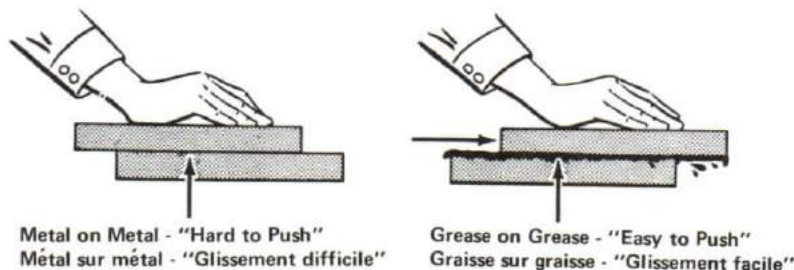

Figure 9-9
2. The normal use of grease and oil is as a lubricant. If you rub two pieces of metal together you will notice that eventually they will wear down. You will also notice that if any pressure is applied, the pieces of metal become more difficult to rub together. If rubbed hard and long they become very hot. Now put a little grease between the pieces. You will notice that as long as the grease is there, the pieces of metal do not wear down, and no matter how much pressure you apply, they slip on each other easily. See Figure 9-9. Why? When you first rubbed the pieces of metal together the metal of one was actually making contact with that of the other. However, when you put in grease, a very thin coat of it clung to the surfaces. Thus it was grease rubbing on grease, and not metal on metal.
2. L'huile et la graisse s'emploient surtout comme lubrifiants. Si vous frottez deux pièces de métal, l'une contre l'autre, vous verrez qu'elles finiront par s'user. Vous remarquerez aussi qu'en appliquant un peu de pression, les pièces seront de plus en plus difficiles à frotter et, si vous persistez, le métal deviendra très chaud. Maintenant, mettez un peu de graisse entre les pièces et vous verrez qu'aussi longtemps que la pellicule de graisse sera là, les pièces ne s'useront pas et, quelle que soit la pression, elles continueront de glisser facilement (voir la figure 9-9). Pourquoi? Lorsque vous avez commencé à frotter les pièces de métal l'une contre l'autre, le métal de l'une était en contact direct avec le métal de l'autre. Toutefois, lorsque vous avez appliqué de la graisse, une très mince pellicule a adhéré aux surfaces; c'était donc de la graisse qui frottait sur de la graisse, non pas du métal sur du métal.